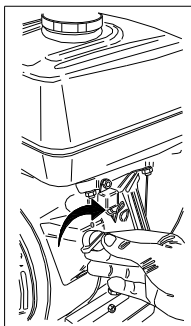
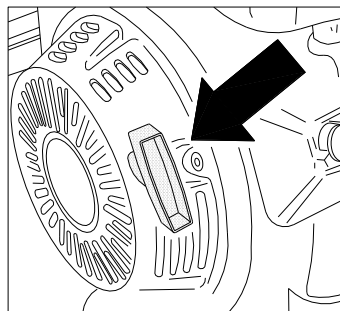

Fig. 8
Fig. 9
- Plaats de schakelaar op I (Start) (Fig. 8). Pak de handgreep (Fig. 9) en trek het touw zonder inspanning tot u weerstand voelt veroorzaakt door compressie, dan laat u de handgreep los en trek stevig opdat de motor start.